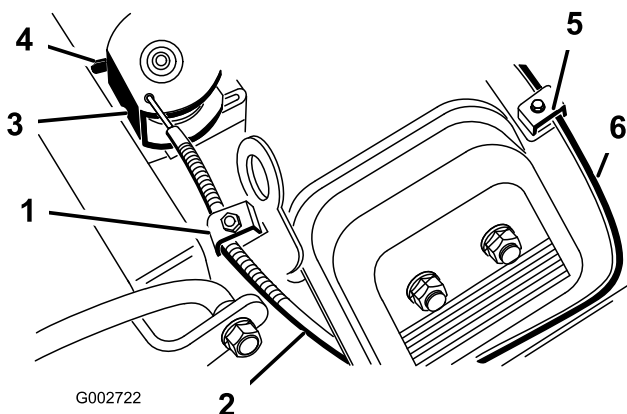

Figura 40
2. Allentate la vite del serrafilo del cavo dell'acceleratore che fissa il cavo al motore (Figura 40).
- Tirate con forza il cavo dell'acceleratore finché il retro della parte girevole non tocca il fermo (Figura 40).
- Allentate la vite del serrafilo del cavo dello starter che fissa il cavo al motore (Figura 40).
- Tirate con forza il cavo dello starter (Figura 40) finché la farfalla dello starter non è completamente chiusa, quindi serrate la vite del serrafilo.